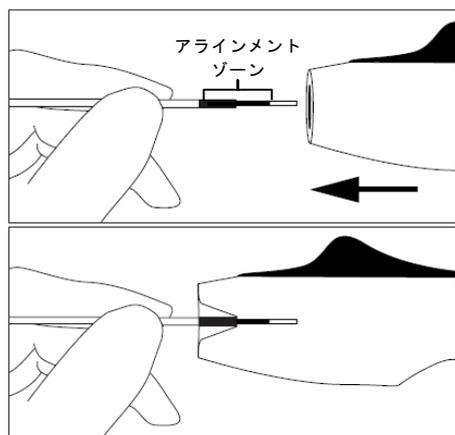

図3
14. 黒色のアラインメントゾーンの遠位側でデリバリープッシャーを把持する。デリバリープッシャーの近位端に沿わせてデタッチメントハンドルを前進させると、デタッチメントハンドルの差込口に黒色のアラインメントゾーンが完全に入り、デリバリープッシャーがデタッチメントハンドル内で固定される(図3)。